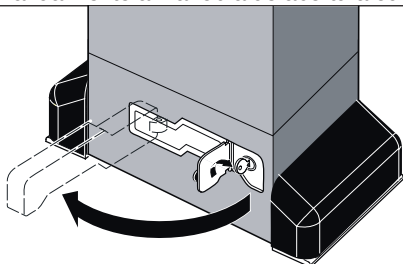

Fig. 49
2. Rodar a chave no sentido horário e puxar a alavanca de desbloqueio, como indicado na Fig. 49.